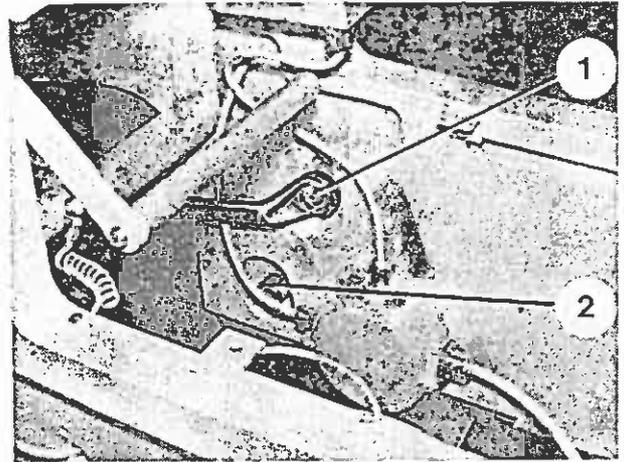

Bild 58
3. Zum Einstellen der Kettenspannung Sechskantmutter (Bild 58/1 oder 2) lösen.